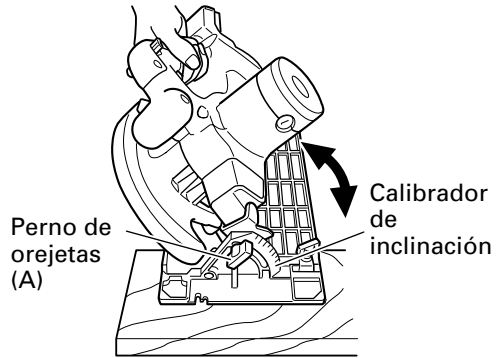

Fig. 15
Como se muestra en la Fig. 15, aflojando el perno de orejetas (A) en el calibrador de inclinación, la hoja de sierra podrá inclinarse con un ángulo máximo de 45° en relación con la base.